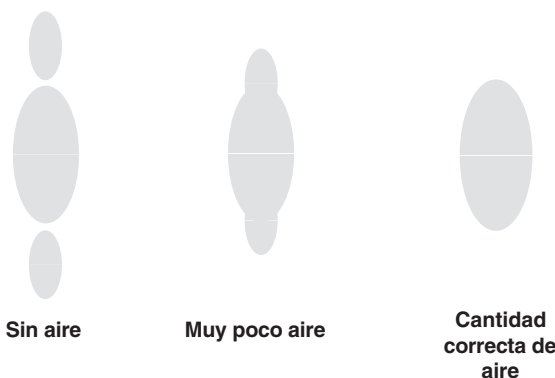

Fig. 5
5. Fije la presión del aire de atomización en aproximadamente 0,7 bar. Compruebe el chorro de pulverización y después ajuste la presión de aire hasta que las colas queden completamente atomizadas y se integren en el chorro de pulverización. Vea la Fig. 5. No suministre a la pistola con una presión de aire mayor que 7 bar.